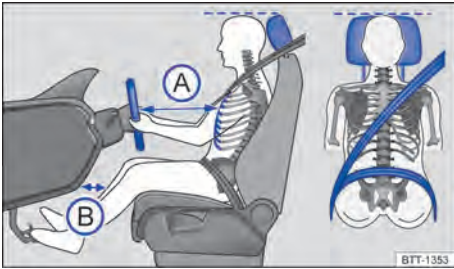

Fig. 19 Distancia correcta del conductor con relación al volante, posición correcta de la banda del cinturón de seguridad y ajuste correcto del apoyacabezas.
- Ajustar el asiento de modo que la distancia entre el volante y el tórax sea como mínimo de 25 cm → fig. 19 (A) y que el conductor pueda sujetar el volante del borde exterior con las dos manos y los brazos ligeramente flexionados.
- Ajustar el asiento del conductor de manera longitudinal para que los pedales se puedan accionar con las piernas ligeramente dobladas y la distancia de la zona de la rodilla con el tablero de instrumentos sea de al menos 10 cm → fig. 19 (B).
- Para los asientos con apoyacabezas: ajustar el apoyacabezas para que su borde superior se encuentre preferentemente en la misma línea de la parte superior de la cabeza → fig. 19, pero no por debajo de la altura de los ojos. Posicionar la parte posterior de la cabeza lo más cerca posible del apoyacabezas.